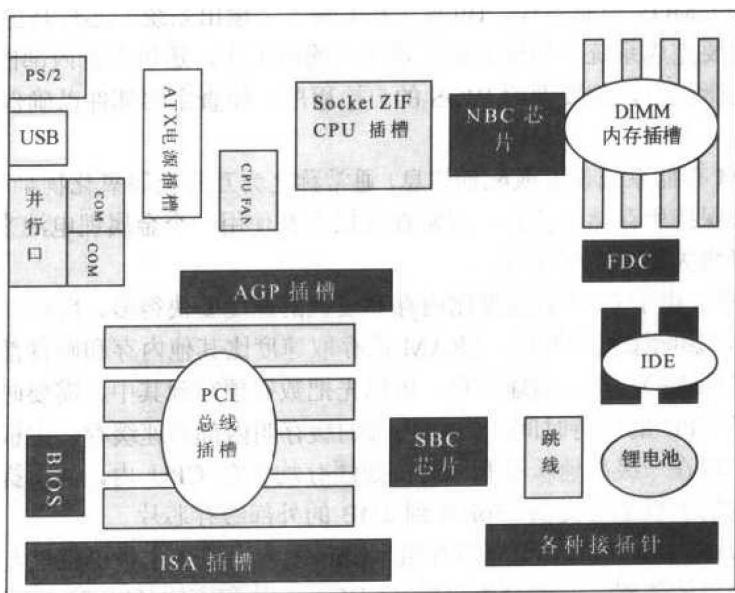

图 1.5 ATX 主板结构示意图
② ATX 结构。ATX 是 Intel 公司提出的新型主板结构规范，目前大多数主板采用这种结构。针对 AT 主板的缺点，ATX 对板上元件布局作了优化，配合 ATX 电源，还可以实现软关机和 Modem 远程遥控开机等先进功能。ATX 主板需要配合专门的 ATX 机箱使用。ATX 主板直接提供了 COM、LPT、PS/2 鼠标、PS/2 键盘和 USB 等接口。ATX 主板结构示意图参见图 1.5。